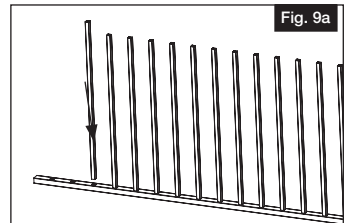

Fig. 9a
- Coloque el riel inferior sobre una superficie plana no abrasiva con los orificios de paso hacia arriba. Presione los balaustres hacia abajo en los orificios de paso hasta que queden firmemente asentados en el riel inferior (Fig. 9a).